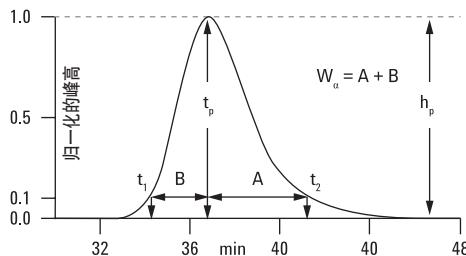

图 79. 施尾峰实例 (经参考文献 3 允许进行修改)
**Asymmetry factor (不对称因子):** 表示峰形的因子。不对称因子的计算方法是, 从色谱峰顶点作垂线, 与峰高 10% 处的水平线相交, 交点处沿水平线到峰尾的距离 (距离 B), 除以交点沿水平线到峰前沿的距离 (距离 A), 得到的比值称为峰不对称因子 (见图 79)。该比值为 1 代表对称峰, 小于 1 为伸舌峰, 大于 1 为拖尾峰。该值越大, 峰的对称性越差, 大于 2 以上为不合格。